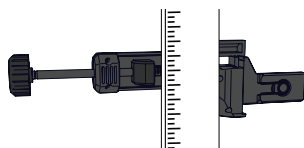

Figura 24
2. Coloque una varilla para rasante en la abertura de la parte trasera de la abrazadera. (Figura 24)